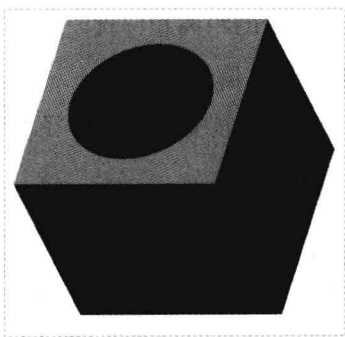

图 6-55 图形文件
Step 01 按【Ctrl+O】组合键，打开图形文件，如图 6-55 所示。